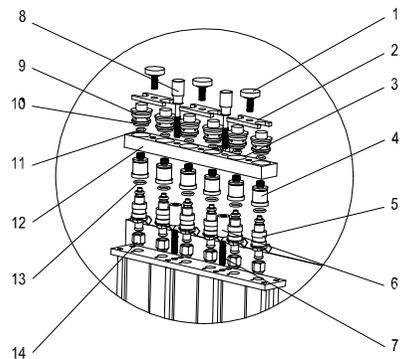

Fig. 06
- 6) Instale el distribuidor y el inyector en el soporte de distribuidor con los tornillos y tuercas de estrias adecuadas, y apriete con los tornillos rifle. Ver la Fig. 06